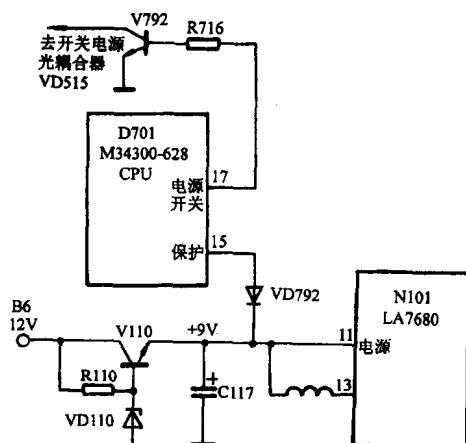

图 1-1-3 长虹 A3 机心 LA7680 供电
12V 电源负载短路,对整机影响较大。因为开关稳压电源无 12V 输出的话,9V 稳压三极管 V110(见图 1-1-3)发射极输出的 9V 电源电压也必然为 0V。这时二极管 VD792 导通,CPU D701 第⑯脚保护输入端变为低电平。根据 D701 保护电路的工作原理,当它检测到第⑯脚变为低电平信号时,立即在第⑰脚输出高电平信号,启动保护电路,使 V792 饱和导通,开关稳压电源便停止振荡,各路输出电压同时变为 0V。这虽然导致彩电无光栅、无图、无声,却能避免故障进一步扩大。
首先,检查开关稳压电源各路输出电压均为 0V,而各路电压输出负载对地电阻也不为零,说明负载没有短路的地方。接着测量电源保护控制管 V792 的基极电压为 0.7V 左右,而集电极电压为 0V,说明 V792 导通,电源处在保护状态。电路如图 1-1-3 所示,断开 V792 开机,开关稳压电源各路输出电压恢复正常,显像管灯丝亮。这说明行输出电路已工作,但此时屏幕上仍无光栅。检查单片电视信号集成电路 N101(LA7680)供电端第⑪脚、⑬脚电压为 0V。测量 N110 供电稳压调整管 V110 各极电压,发射极为 0V,基极为 0V(正